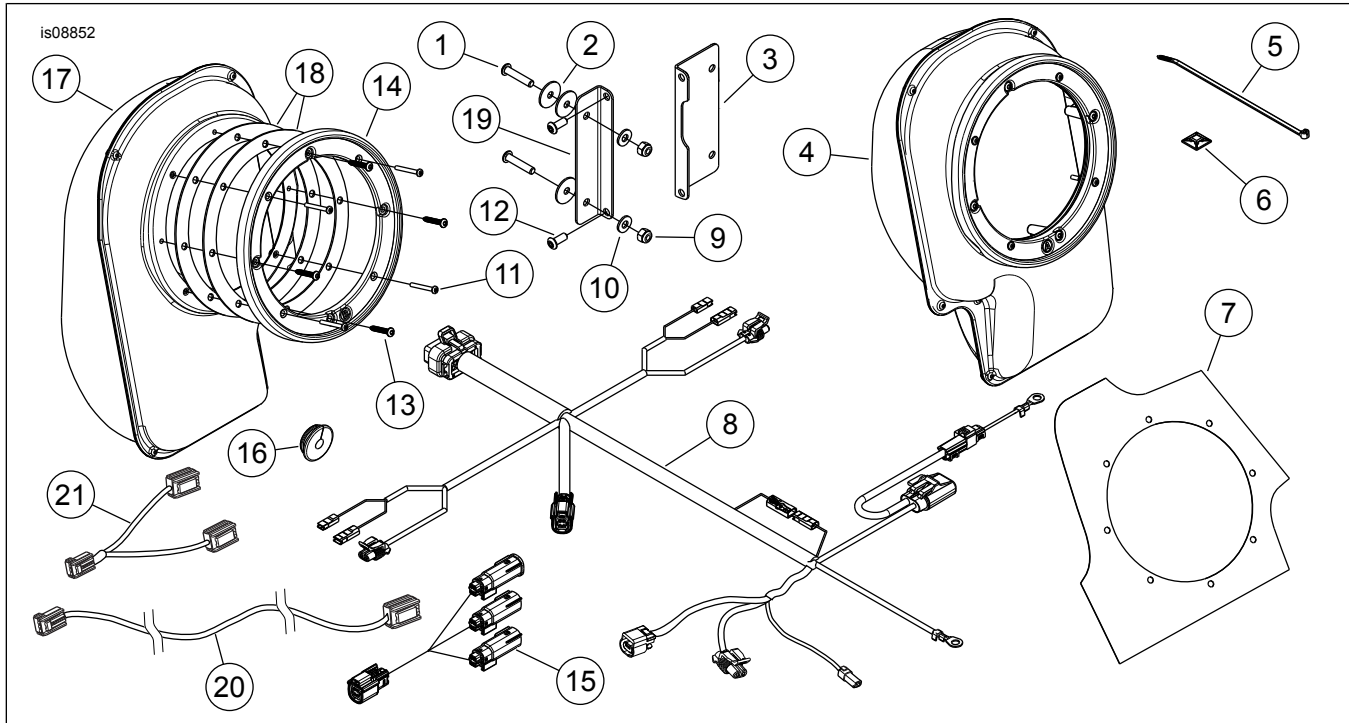

Figura 9. Peças de reposição, kit de instalação de expansão do alto-falante
5. Veja Figura 9. Instale o suporte (3) na lateral do conector do amplificador (amplificador vendido separadamente). Fixe com os parafusos (12). Aperte os parafusos com torque de:
- a. Veja Figura 9. Coloque uma gaxeta (18) na superfície externa. Alinhe os furos.
- b. Coloque um aro (14) sobre a gaxeta e centralize o furo. (O aro esquerdo é marcado com a letra "A". O aro direito é marcado com a letra "B".) Gire o aro até que a letra esteja no fundo.
- d. Passe através do furo central. Alinhe os furos na caixa, a gaxeta (18) e o corpo. Insira o parafuso plastite (13) através do furo escareado.
- a. **Configuração dos 6 alto-falantes Stage I:** instale o chicote de fios [296] diretamente no chicote de fios de 16 pinos (instalado anteriormente através do kit do amplificador da carenagem), localizado atrás do assento do passageiro. **Configuração dos 6 alto-falantes Stage II:** instale o chicote de fios de interconexão de 3 pinos (item 15, Figura 9) no chicote de fios de 16 pinos (instalado anteriormente através do kit do amplificador da carenagem), localizado atrás do assento do passageiro. Instale o chicote de fios [296] no interconector de 3 pinos.